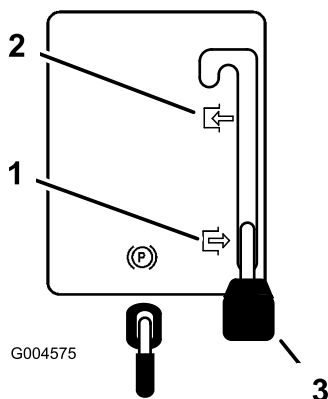

Bild 10
2. Flyt skærekniven (kraftudtaget) til indkoblet (Bild 10).
2. Flyt skærekniven (kraftudtaget) til udkoblet (Bild 10).
4. Flyt skæreknivens kraftudtag til udkoblet (Bild 10).